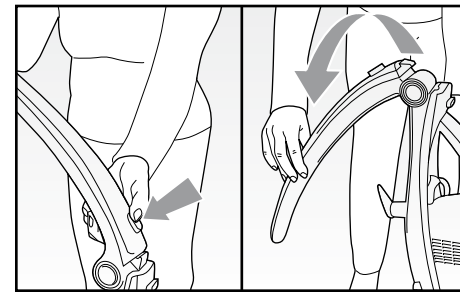

Fig. 11
- Se necessario, premendo l'apposito pulsante (O) è possibile inclinare all'indietro l'impugnatura (Fig. 11).